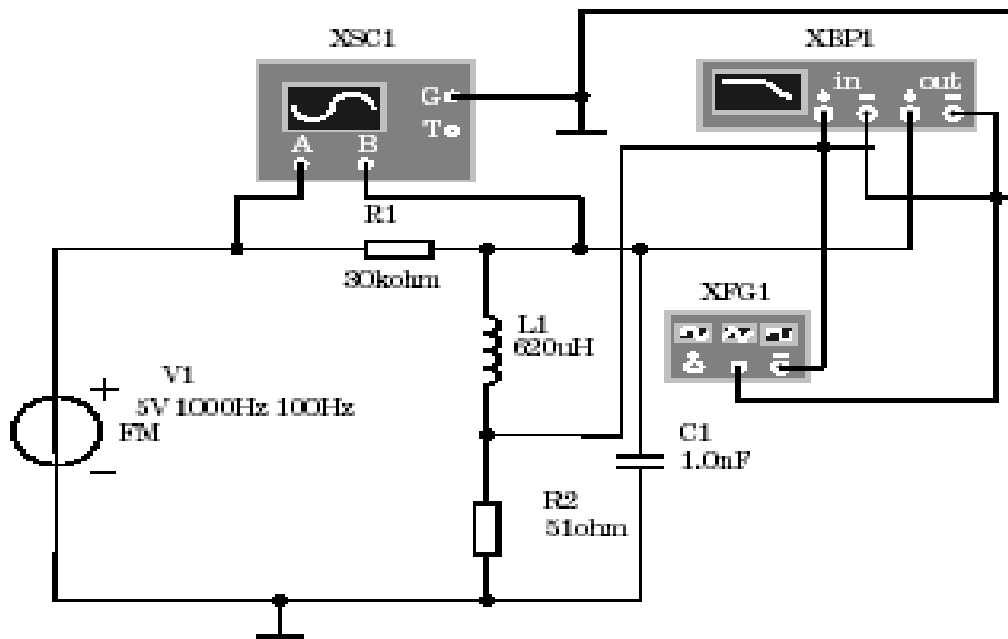

Рис. 16. Принципова електрична схема досліджування частотного детектора
2. В програмі Multisim створити модель для дослідження процесу дискретизації і квантування сигналів згідно з принциповою електричною схемою, яка наведена на рис.16.